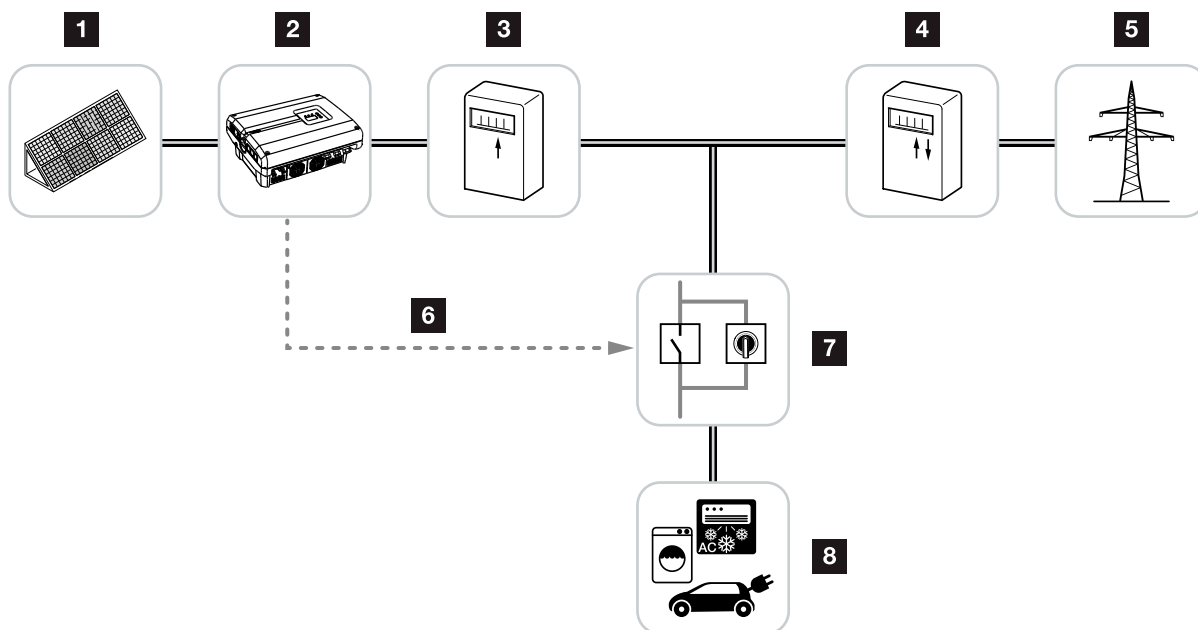

Fig. 53: Configurazione dell'autoconsumo
3. Installare correttamente gli altri componenti per l'autoconsumo e collegarli. 🔧 **Fig. 53**